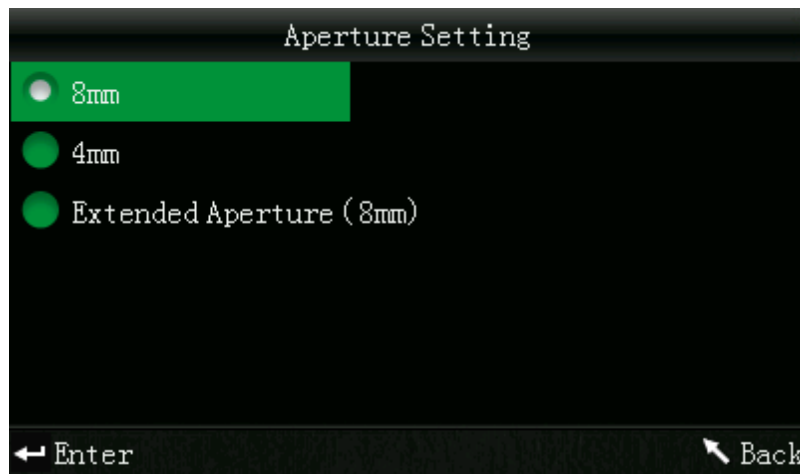

Abbildung 54: Aperture Einstellung
- c) Wählen Sie „Settings“ - „Aperture Setting“ um die Oberfläche in Abbildung 54 zu öffnen. Auf dieser Oberfläche können Sie die Messapertur auswählen. **Ändern Sie nach dem Wechseln der Messapertur auch die entsprechenden Einstellungen in „Aperture Setting“, andernfalls können die aufgezeichneten Messwerte fehlerhaft sein. Ebenso müssen Sie nach dem Aperturwechsel erneut eine Schwarz-/Weiß Kalibrierung durchführen, ebenfalls um fehlerhafte Messergebnisse zu vermeiden.**